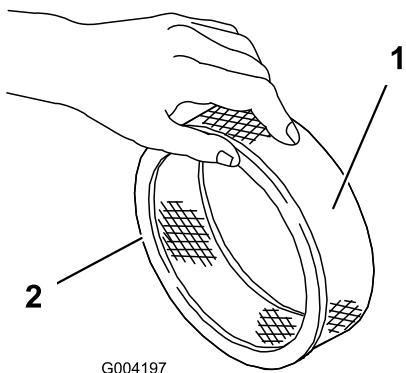

图46
- 检查纸质过滤器是否存在破裂、油性薄膜和橡胶封条损坏（图46）。
- 小心将泡沫预滤器滑到纸质过滤器上（图46）。